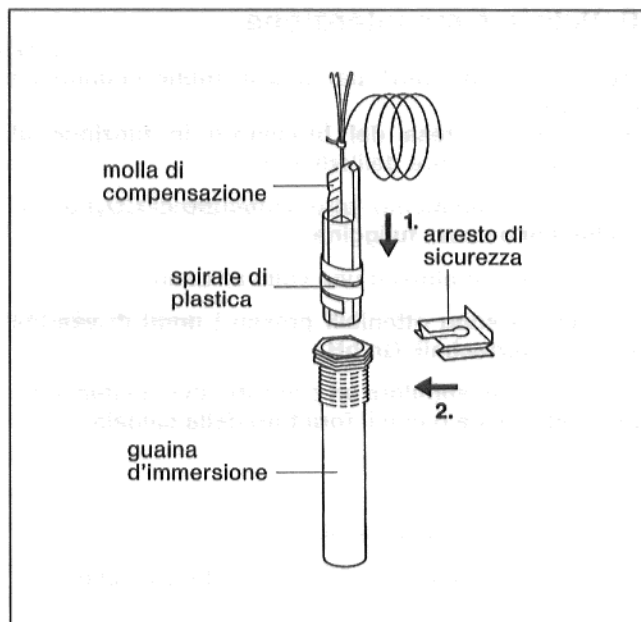

Fig. 25
- Inserire a fondo la sonda termica nella guaina di immersione. La spirale di plastica viene espulsa automaticamente. Inserire la molla di compensazione nella guaina insieme alla sonda (Fig. 25).
- Inserire l'arresto di sicurezza (a corredo dell'apparecchio di regolazione) sulla testa della guaina premendo dall'alto o dal lato (Fig. 25).